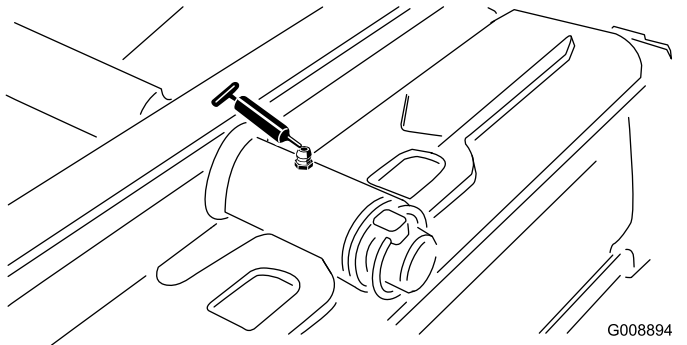

Figure 34
- Pivot d'unité de coupe arrière (Figure 34)